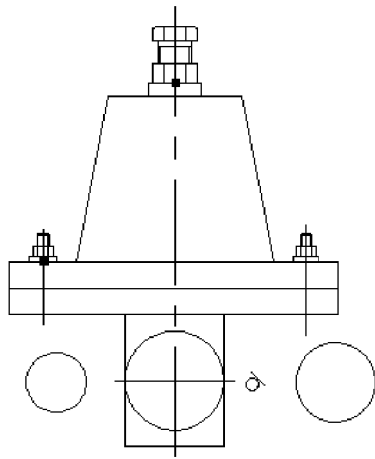

图 10-18 绘制圆
1) 单击【绘图】工具栏|【圆】按钮或在命令行中执行“CIRCLE/C”命令，指定圆心为任一点处，分别指定半径为12与9，结果如图10-18所示。